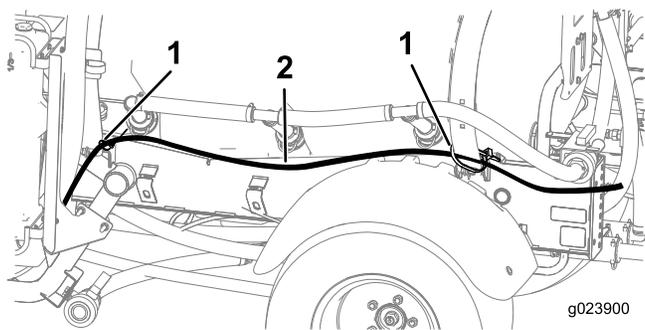

Figura 12
2. Enrute las 2 mangueras de espuma desde los brazos hacia adelante, por el lado de la máquina donde está instalado el soporte de montaje (Figura 12).